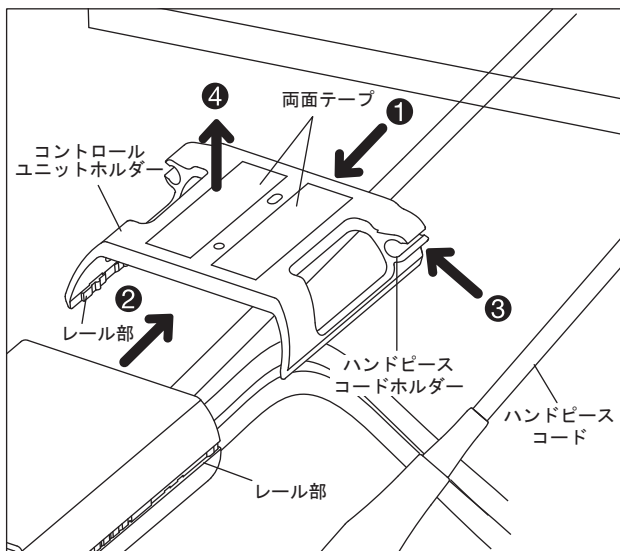

図 4
3-5 コントロールユニットホルダーの取り付け (図 4)
- 1) 両面テープをコントロールユニットホルダーの平らな面 (図 4 参照) に貼り付けます。(①)
- 2) コントロールユニットとホルダーのレール部をあわせ、本体をホルダーに取り付けます。(②)
- 3) ハンドピースコードをハンドピースコードホルダーに押し込みます。(③)
- 4) 両面テープのカバーをはがし、接着面をテーブル又はトレイの下等に取り付けます。(④)